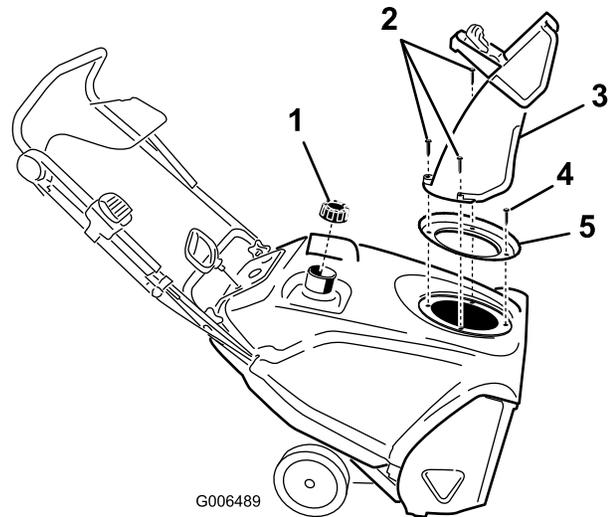

Figure 24
3. Enlevez les 3 grandes vis et une petite vis pour pouvoir déposer la goulotte d'éjection, sa poignée et son joint (Figure 24).